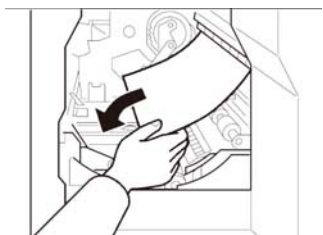

图 5-54 拉出印筒单元后取卡纸
- 若无法取出卡住的版纸，可以拉出印筒单元，然后再从里面取出卡住的版纸，如图 5-54 所示；
- ⑥ 当“8”和“E”亮灯时，需要检查版纸卡纸位置，并取出卡住的版纸。